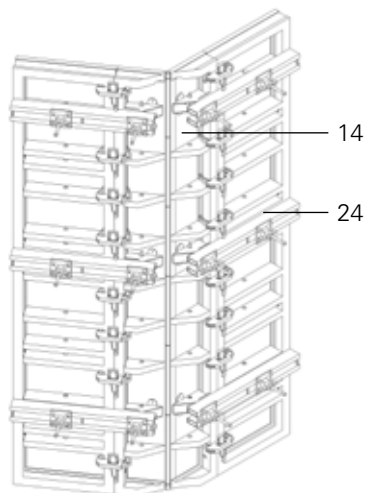

Рис. 30
Для обеспечения нужной жесткости опалубки наружного угла следует монтировать ригель 85 (24). (Рис. 30)